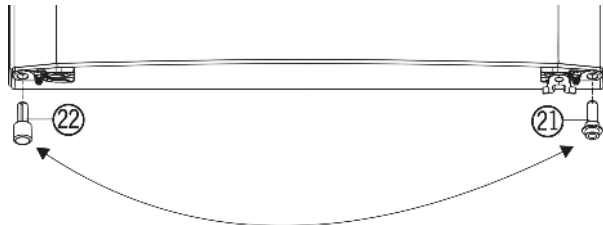

Fig. 5
- ▶ Vegye ki a bal alsó távtartót Fig. 5 (22) az ajtóból.
- ▶ A távtartót Fig. 5 (22) helyezze vissza az ajtó jobb alsó részébe.